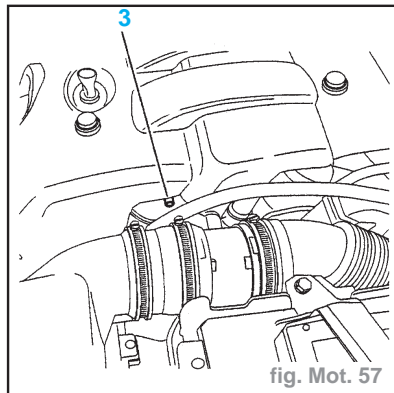

fig. Mot. 57
- Ouvrir la vis de purge (3) (fig. Mot. 57).